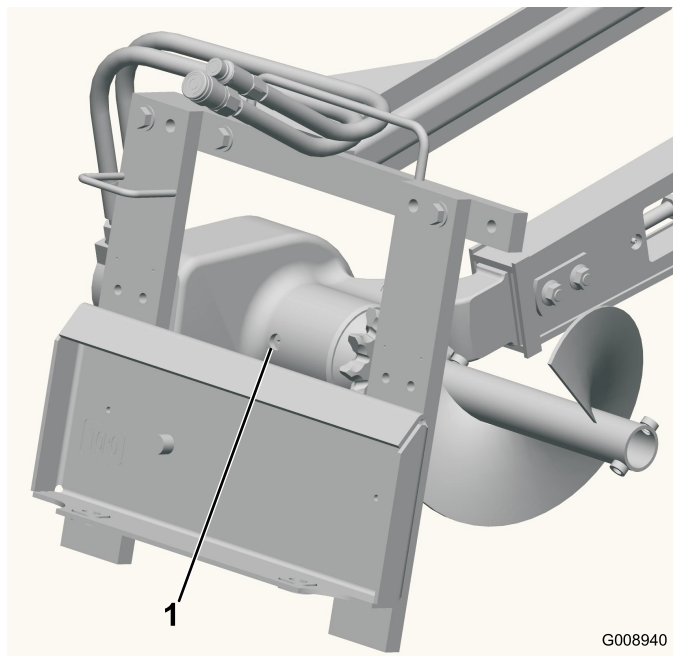

Figure 10
- Nettoyez la surface autour du bouchon de remplissage du boîtier de roulement (Figure 10).
- Retirez le bouchon de l'orifice de remplissage (Figure 10).